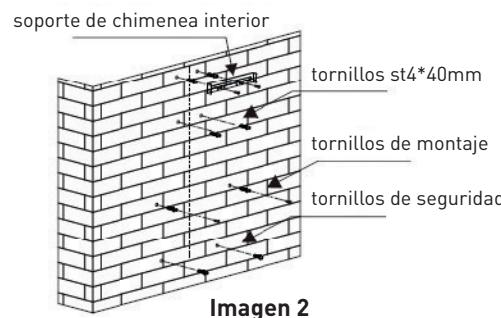

Imagen 2
3. Después de decidir la altura de la campana extractora, mida la posición de los orificios para colgar la campana y el soporte interior de la chimenea. Realice 8 orificios para colocar tacos, 2 para el soporte interior de la chimenea y 2 para colgar la campana y para mantener la campana nivelada. La posición fija del soporte interior de la chimenea es el lugar más alto de la chimenea. Consulte la imagen 2.
4. Atornille 2 tornillos de 4 x 30 mm en la pared con sus tacos de pared. Los tornillos de montaje instalados deben quedar entre 3 y 5 mm fuera de la pared para colgar la campana. Luego, utilice 2 tornillos de 4 mm x 40 mm para fijar el soporte interior de la chimenea. Consulte la imagen 2.